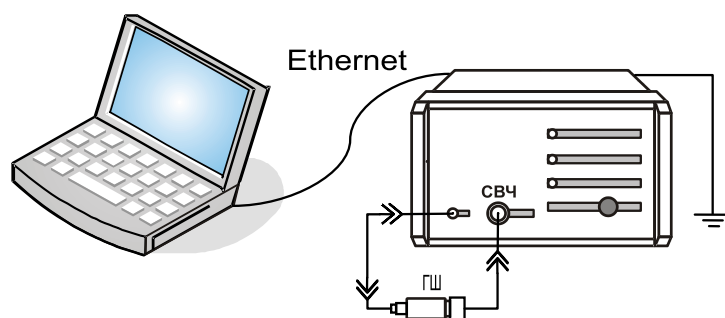

Рисунок 4.3 – Схема калибровки в режиме «Модуляционный метод»
**Шаг 3.** Подключить ГШ к измерителю (см. рисунок 4.3):